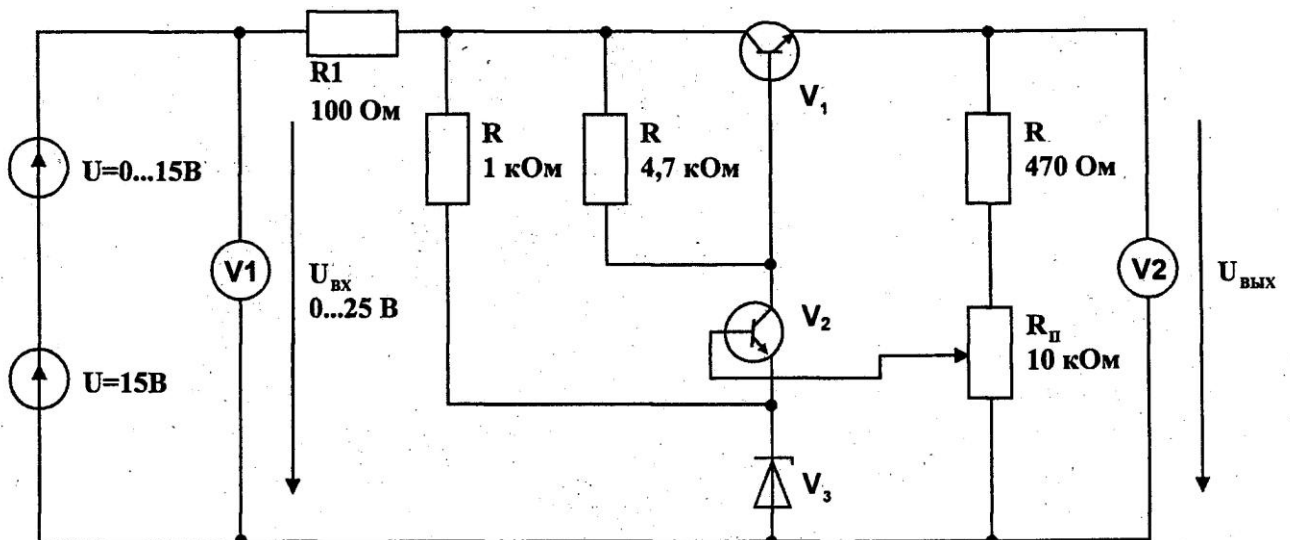

Рис. 5.6.1
- Соберите цепь стабилизатора напряжения согласно схеме (рис. 5.6.1) и подайте на вход напряжение постоянного тока $U_{вх} = 30 \text{ В}$. Установите с помощью потенциометра выходное напряжение $U_{вых} = 14 \text{ В}$. **Примечание:** Резистор R_1 является защитным и служит для предотвращения повреждения полупроводниковых элементов в случае коротких замыканий или перегрузок.
Вопрос 1: Какой элемент цепи (рис. 5-6.1) можно использовать для задания максимального выходного напряжения?